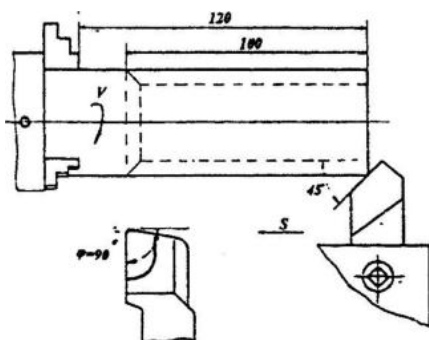

Рисунок 2.1 – Консольное закрепление заготовки в трехкулачковом патроне
1. Установить заготовку консольно в трехкулачковый патрон токарного станка согласно эскизу и закрепить (рисунок 2.1)